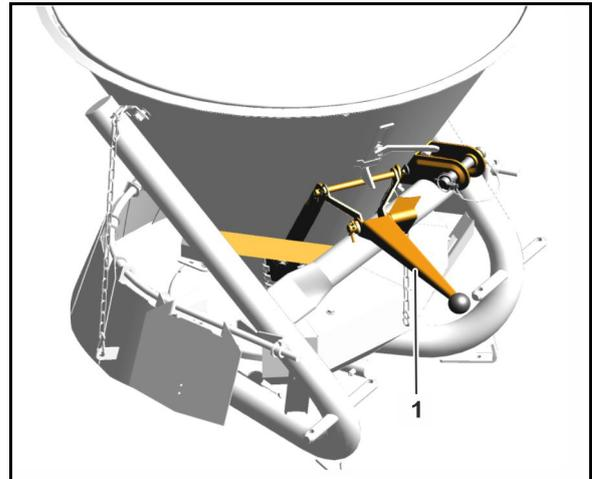

Fig. 10
- Per **chiudere** l'apertura, si deve sollevare completamente la leva (Fig. 10/1)
- Per **aprire** l'apertura, si deve abbassare la leva (Fig. 10/1) fino alla battuta del dispositivo di regolazione della larghezza di spargimento.